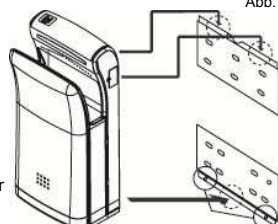

Abb. 2
- 4 Den Händetrockner so platzieren, damit dieser auf den Aufhängevorrichtungen des oberen Beschlags ruht (siehe Abb. 2).